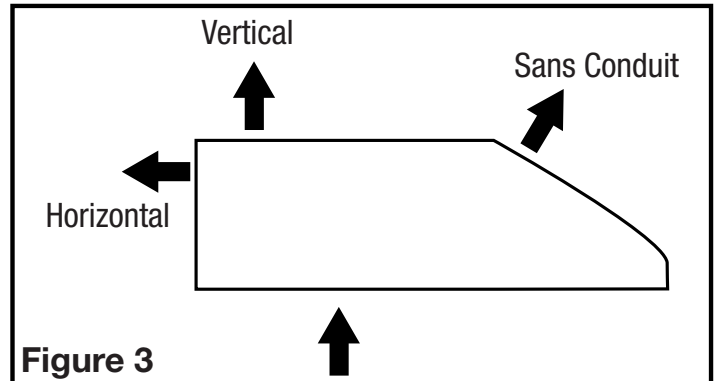

Figure 3
- Choisissez le type de conduit nécessaire. Pour garantir la meilleure qualité d'air et performance acoustique, il est recommandé que la longueur de la canalisation et le nombre de coudes soient réduits au minimum, que le rayon de chaque coude soit aussi grand que possible pour l'installation, et que des conduits rigides soient utilisés. Ce modèle est équipé pour ventiler verticalement ou horizontalement à travers un conduit de 3-1/4 po x 10 po ou un conduit circulaire de 7 po. Il peut être modifié pour fonctionner sans conduits (re-circule l'air dans la cuisine) avec l'ajout d'un filtre à charbon du modèle CF-09S (non inclus) (**Figure 3**).